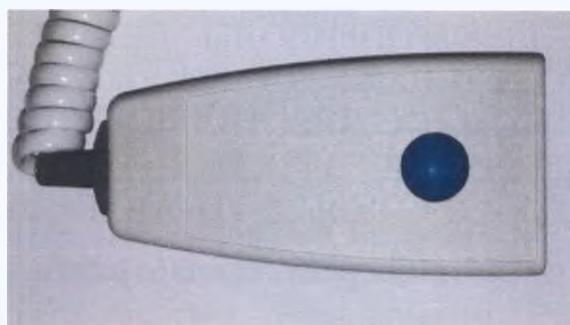

Рисунок 6 – Кнопка «СЪЁМКА».
- нажать в ПО «МЕДАРМ» с помощью манипулятора «Мышь» кнопку «Начать съёмку». Для включения рентгеновского излучения следует нажать и удерживать кнопку «СЪЁМКА» (рисунок 6), при этом нужно проконтролировать наличие аудио фразы «Вдохните не дышать», затем должен появиться звуковой сигнал, сопровождающий включение высокого напряжения. После завершения снимка (звуковой сигнал прекратится), должна быть воспроизведена фраза «дышите». Через несколько секунд на экране монитора должно появиться ЦРИ. При необходимости следует произвести обработку изображения. ЦРИ записывается в память компьютера автоматически.
для съёмки пациента стоя: с помощью пульта управления штативом (рисунок 6) установить ЦПРИ в горизонтальное положение. Установить пациента перед рабочим полем (экраном), поднять/опустить ЦПРИ на необходимую высоту относительно пациента, используя при этом лазерный центратор. Необходимо добиться, чтобы центр лазерного указателя совмещался с предполагаемым центром диагностической зоны интереса;